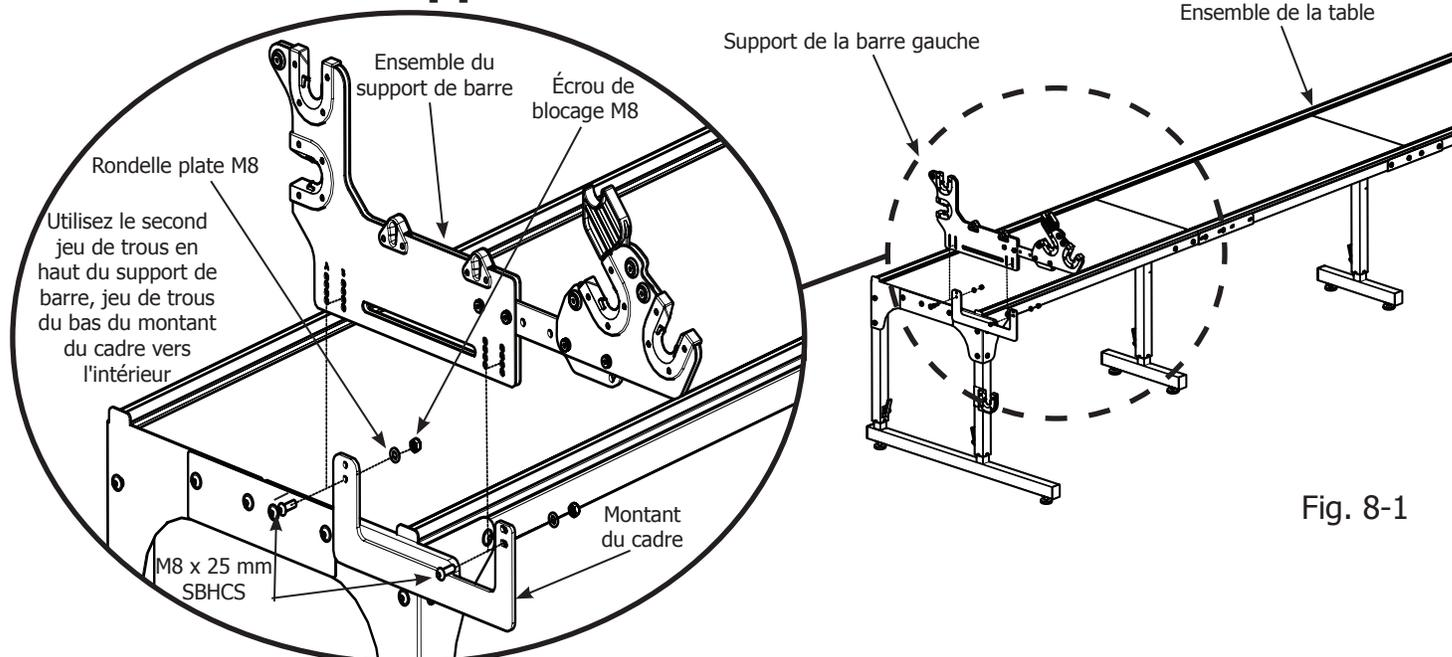

Fig. 8-1
8.2 : Faites glisser le support de barre à trous obturés sur le montant métallique du cadre vers l'avant du cadre côté gauche. Le support de barre doit chevaucher le montant du cadre. Fixez le support de barre à trous obturés au cadre à l'aide de deux (2) vis M8 x 25 mm SBHCS. Alignez les vis sur le second trou en partant du bas du support de barre dans le trou du bas du montant du cadre, et insérez les vis de l'extérieur vers l'intérieur dans le cadre. À l'extrémité de chaque vis, ajoutez une rondelle plate puis un écrou de blocage, comme indiqué à la Fig. 8-1.